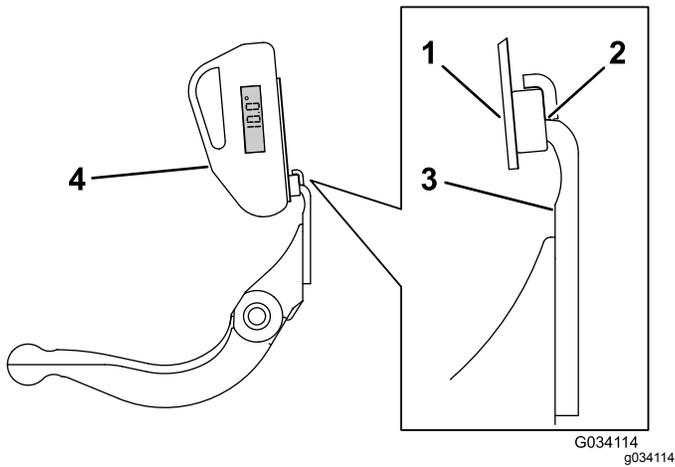

図 67
3. 傾斜計のマウントをベッドナイフのエッジに合わせ、マグネットのエッジとベッドナイフのエッジを密着させる 図 67。
4. 図 67 に示すように、マウントの上に傾斜計を置く。